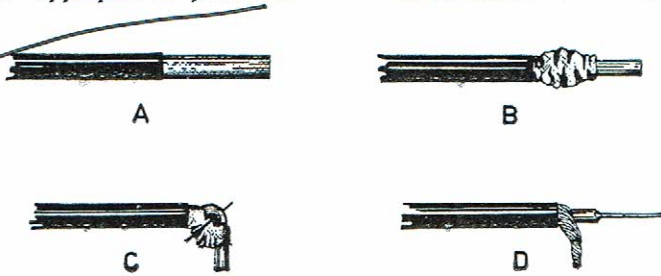

fig. 7
1. Coupez à 2 cm de l'extrémité du fil coaxial la gaine plastique extérieure (fig. 7 A)
2. Repoussez la tresse métallique (blindage) entourant le conducteur central (fig. 7 B)
3. Ouvrez les mailles du blindage et pliez à 90° à cette hauteur de façon à dégager le conducteur central (fig. 7 C)
4. Faites passer une pointe métallique sous l'isolant du conducteur central et dégagez-le du blindage par l'ouverture des mailles de ce dernier (fig. 7 C)
5. Dénudez le fil central sur une longueur d'un demi cm environ. Allongez la partie vide du blindage et étamez-en l'extrémité en utilisant une pince tenant lieu de shunt thermique entre le fer à souder et le câble blindé (fig. 7 D)